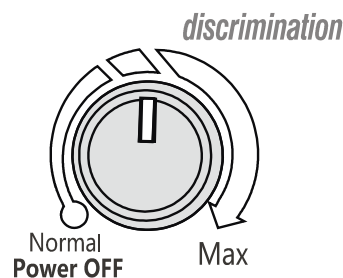

Figura 15
- Defina DISCRIMINATION para a posição “12:00” (Figura 15). Ajuste o equilíbrio para permitir que o detector emita um zumbido e seja apresentado “0”.